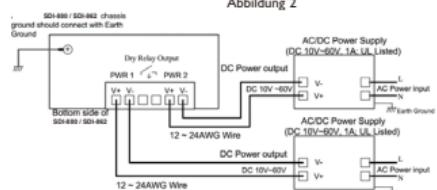

Abbildung 2
nebenstehender Abbildung. Abbildung 2
2. Ajuste los tornillos del terminal para asegurar la conexión (Ver Fig. 2)